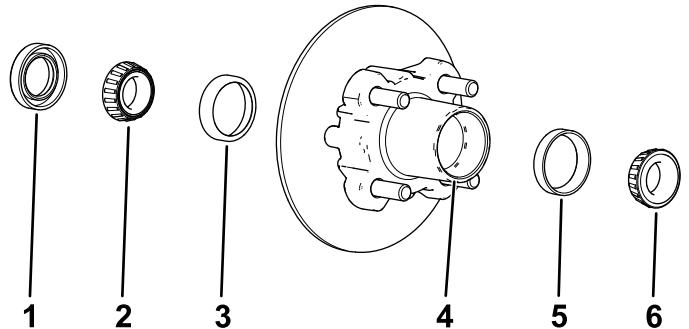

Figura 31
1. Retire o rolamento exterior do cubo (Figura 31).
2. Retire o rolamento interior do cubo (Figura 31).
5. Limpe a cavidade do cubo de lubrificante, sujidade e detritos (Figura 31).
7. Encha a cavidade do cubo 50 a 80% com o lubrificante especificado (Figura 31).
8. Monte o rolamento interior na correia no lado interior do cubo e coloque o vedante (Figura 31).